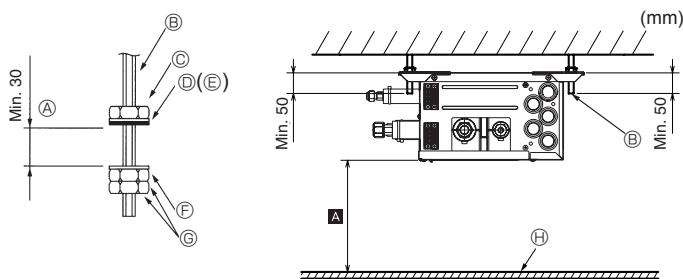

Fig. 6-1
- (2) Monter skiver og møtrikker (①, ②, anskaffes lokalt) på ophængningsboltene. (Fig. 6-1)
- (3) Hæng enheden op på ophængningsboltene.
- (4) Stram møtrikkerne helt (kontroller loftshøjden).
- (5) Brug et vaterpas til at sikre, at forgreningsdåsen er vandret.